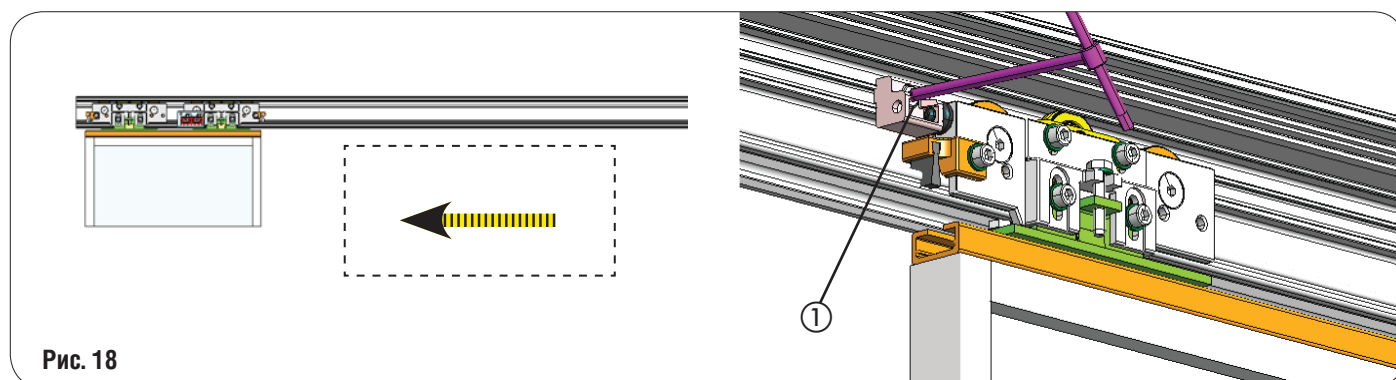

Рис. 18
- Переместите створки в открытое положение (рис. 18), подвиньте механический ограничитель к каретке до соприкосновения и затяните винты (рис. 18 об. 1).